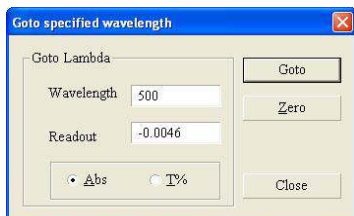

図. 4-2
1. ツールバーの  をクリックすると **Goto specified wavelength** のフォームが表示されます。(図. 4-2)